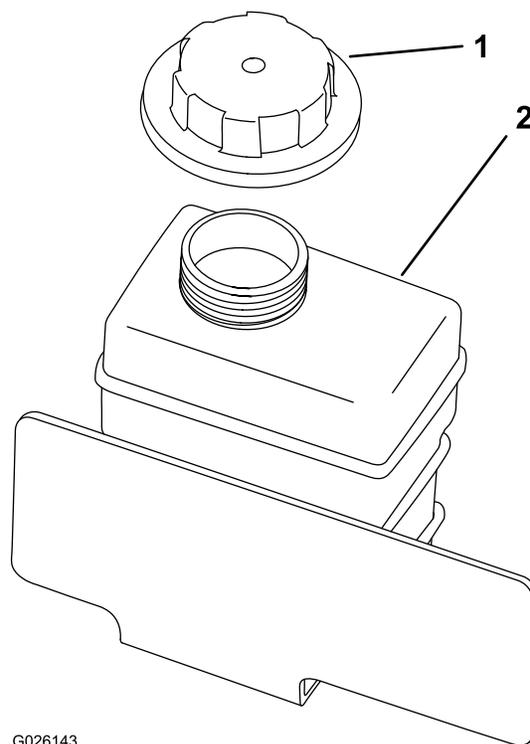

Рисунок 71
4. Снимите крышку расширительного бачка (Рисунок 71).
8. Медленно заливайте жидкость в расширительный бачок так, чтобы ее уровень достиг нижнего уровня заливной горловины (Рисунок 71).
9. Установите крышку на расширительный бачок (Рисунок 71).